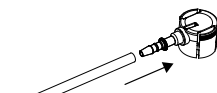

Fig.11
3. Fixez le tuyau à bière fourni à l'un des adaptateurs Heineken fournis (fig. 11).